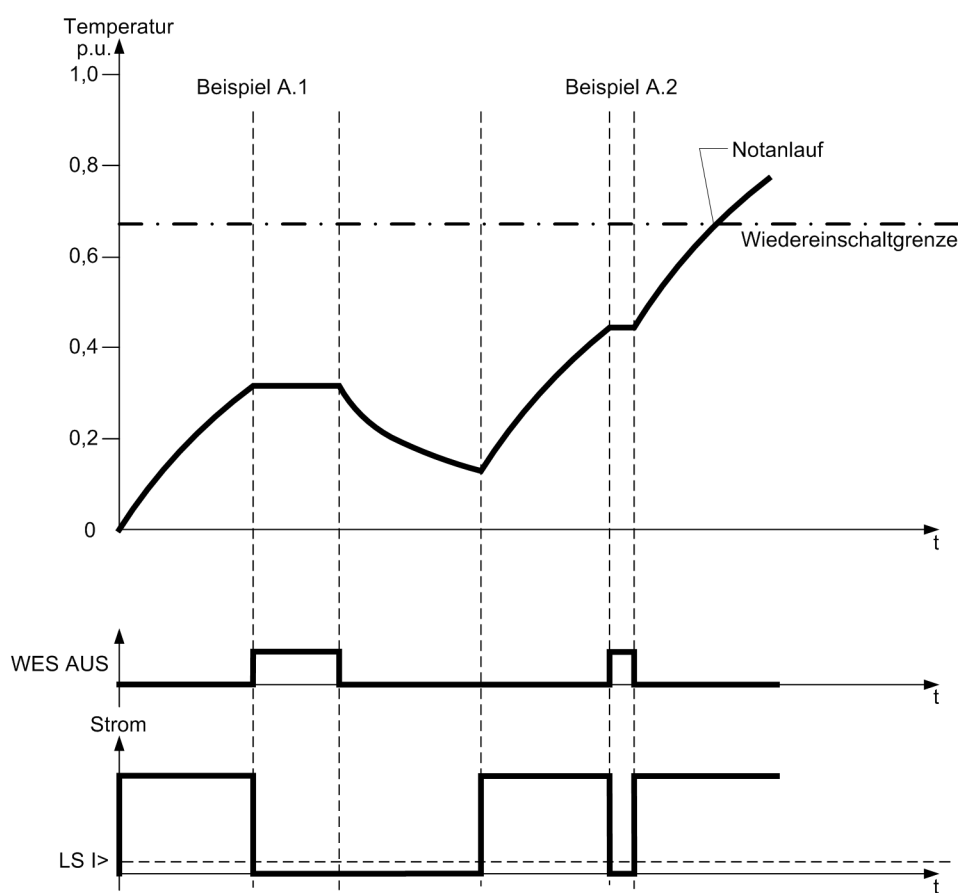

Bild 2-35 Anläufe gemäß der Beispiele A.1 und A.2
1. Die Maschine wird durch einen normalen Anlauf in einen Bereich unterhalb der thermischen Wiedereinschaltgrenze gebracht und abgeschaltet. Mit dem Abschalten wird die Ausgleichszeit 4304 **T AUSGLEICH** gestartet und die Meldung „WES AUS“ erzeugt. Die Ausgleichszeit läuft ab und „WES AUS“ geht. Für die Dauer von **T AUSGLEICH** bleibt das thermische Modell „eingefroren“ (siehe Bild 2-35, links).
2. Die Maschine wird durch einen normalen Anlauf in einen Bereich unterhalb der thermischen Wiedereinschaltgrenze gebracht, abgeschaltet, aber ohne auf den Ablauf der Ausgleichszeit zu warten, durch einen Notanlauf gestartet. Die Ausgleichszeit wird abgeworfen und die Berechnung des thermischen Abbildes freigegeben und „WES AUS“ gehend gemeldet (siehe Bild 2-35, rechts).